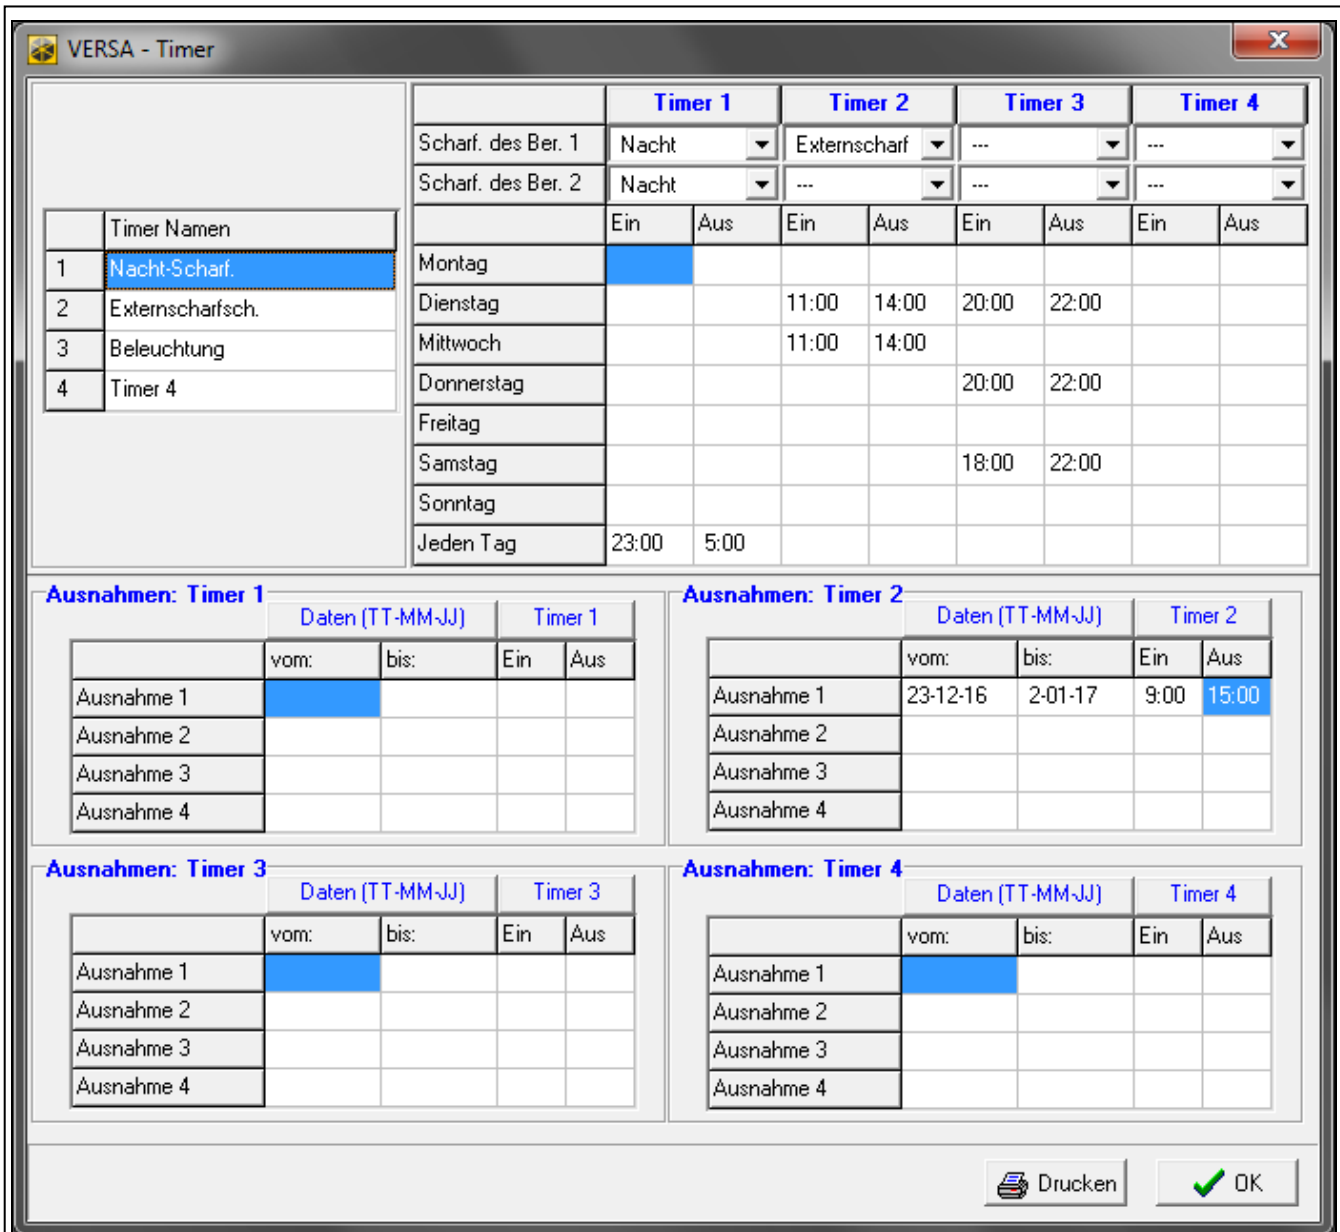

Abb. 22. Programm DLOADX: Fenster „VERSA – Timer“.
- Programm DLOADX: Fenster „VERSA – Timer“ (Abb. 22).